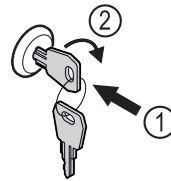

Fig. 176
- ▶ Paina avain lukkoon. Fig. 176 (1)
- ▶ Kierrä avainta 90° myötäpäivään. Fig. 176 (2)